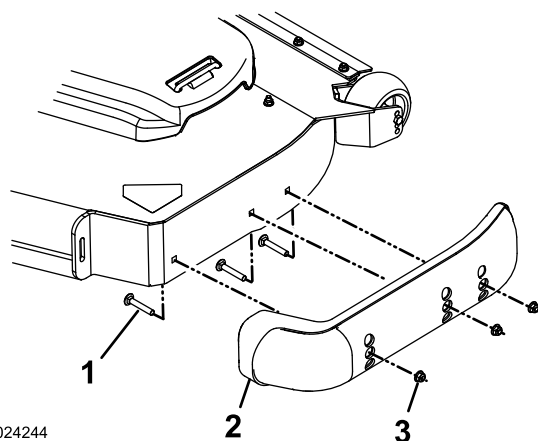

Bild 30
3. Nehmen Sie die Schlossschrauben und Muttern von jeder Kufe ab (Bild 30).